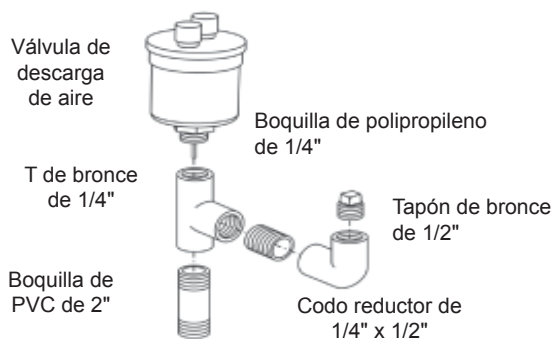

Figura 50
- C. Complete el conjunto de ventilación de aire de la cámara del prefiltro como se indica en la figura 50. Se suministra una segunda válvula de descarga de aire con el sistema de filtración de agua central. Utilice cinta aislante en todas las conexiones.